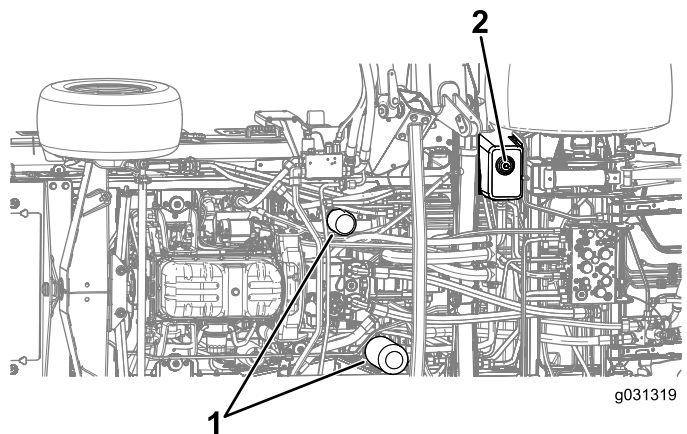

Figura 135
4. Rimuovete il tappo di spurgo dalla base del serbatoio e lasciate fuoriuscire il fluido idraulico nella bacinella (Figura 135).
7. Collocate una bacinella di spurgo sotto il filtro e togliete il filtro (Figura 135).